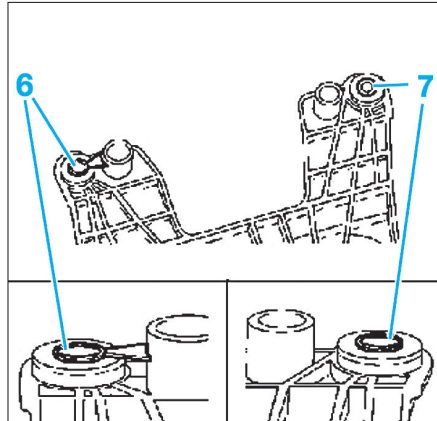

Fig. 10
- Placer la douille de guidage avec languette (6) à gauche, à l'avant sur le boîtier sélecteur de vitesses (Fig.10).